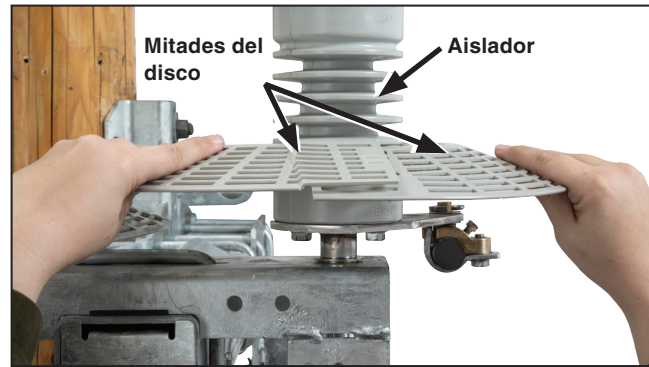
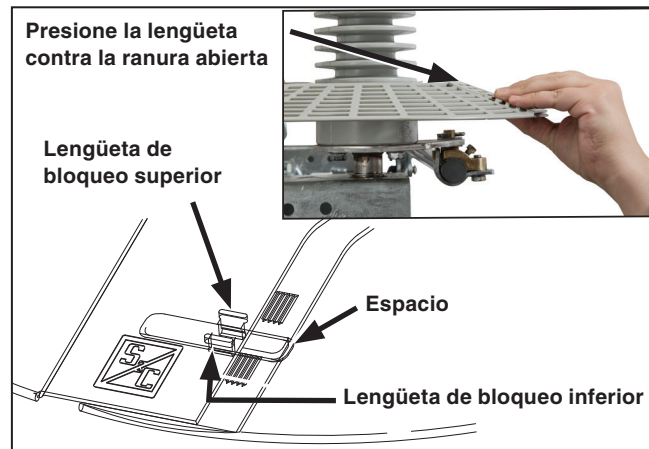

Figura 21. Meta las mitades del disco alrededor del aislador.
Figura 22. Presione la lengüeta inferior contra la ranura abierta.
- (a) Para ensamblar los discos, meta el disco por alrededor del aislador en el extremo de la navaja del interruptor. Ver Figura 21. Después, inserte las lengüetas de bloqueo de una de las mitades del disco en la ranura abierta de la otra mitad del disco para crear un acomodo superpuesto seguro. Repita el procedimiento con el lado opuesto del disco. Cuando las mitades estén metidas correctamente, el logotipo de S&C aparecerá en la parte superior de los discos en ambos lados. Ver Figura 22.
- (c) Empuje las dos mitades del disco la una contra la otra hacia y contra el aislador para que el disco quede tan ajustado como sea posible en el aislador. Ver Figura 23. Presione la lengüeta de bloqueo superior firmemente en su lugar. Ambas lengüetas deberían salir a través de la ranura abierta como se muestra en la Figura 22 en la página 22.